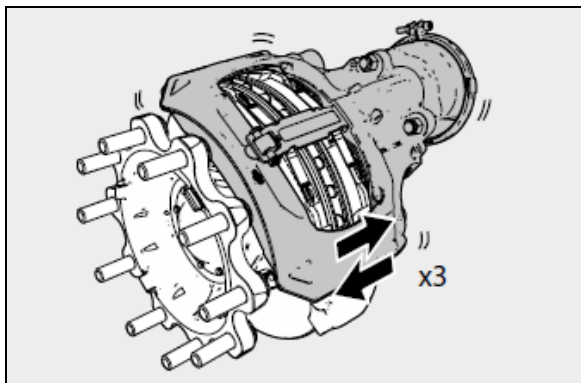

FIGURE 32: POUSSER L'ÉTRIER À TROIS REPRSES DANS LE SENS AXIAL
6. Pousser et tirer l'étrier à trois reprises dans le sens axial afin d'évaluer un espace existant (voir Figure 32). Si aucun mouvement n'est possible, nettoyer le frein à disque et si nécessaire, remplacer les éléments de guidage. Une fois le mouvement rendu possible, poursuivre comme suit :